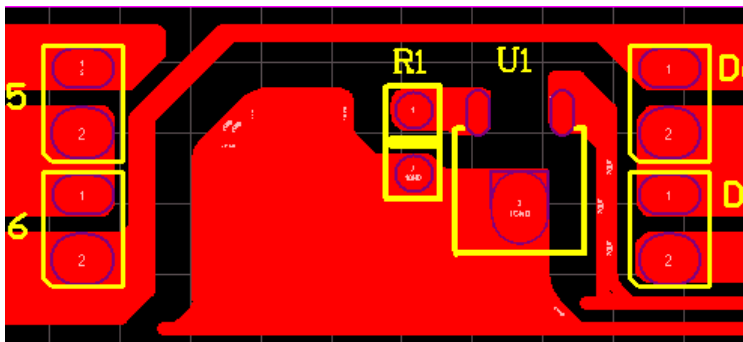

图 3. SM500A9 灯带 PCB layout 图
- (1) 芯片 GND 进行铺铜处理，进行散热，增加可靠性，铺铜如图 3 所示。